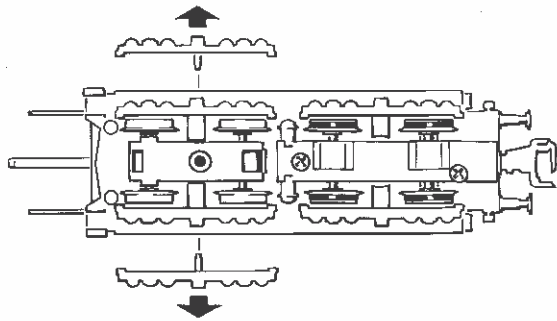

Fig. 12
**1. Reinigung der Radstromkontakte:** Radstromkontakte können auf unsauberen Schienen leicht verschmutzen. Entfernen Sie **vorsichtig** mit einem kleinen Pinsel **den Schmutz** an den in Fig. 12 gekennzeichneten Stellen.
**1. Cleaning of wheel contacts:** Wheel contacts easily get dirty on tracks which are not entirely clean. Use a small brush to **remove dirt** from spots marked in fig. 12.
**1. Nettoyage des lames de contact aux roues:** Les lames de contacts risquent de s'encrasser rapidement sur des voies poussiéreuses. Veuillez **enlever la poussière** aux endroits marqués à la fig. 12 à l'aide d'un petit pinceau souple.
**4. Échange des bandages d'adhérence:** Démontez d'abord les flancs de bogies (fig. 12). Envelez les bandages d'adhérence à l'aide d'une aiguille ou d'un tourne-vis fin. Lors du montage des nouveaux bandages veuillez veiller à ce que les bandages **ne soient pas tor-dues** (fig. 14).